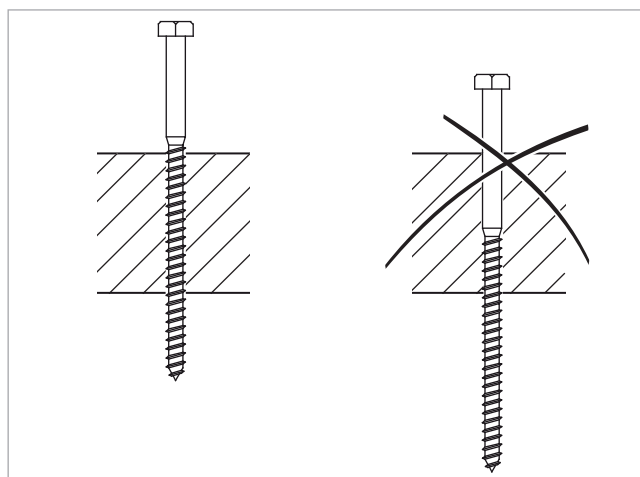

Fig. 28: posizione della vite prigioniera nel legno
- 2 Posizione della vite → Fig. 28